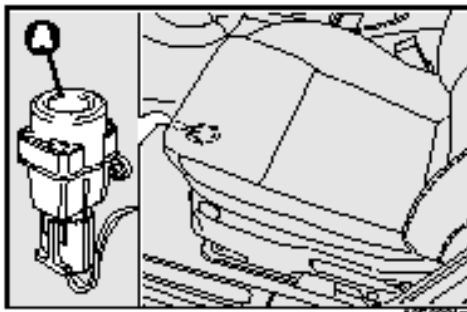

рис. 61
Для того чтобы вновь включить отсечку подачи топлива надо нажать на кнопку А – рис.61.
- нажать кнопку А – рис.61, чтобы повторно включить отсечку подачи электрического питания;